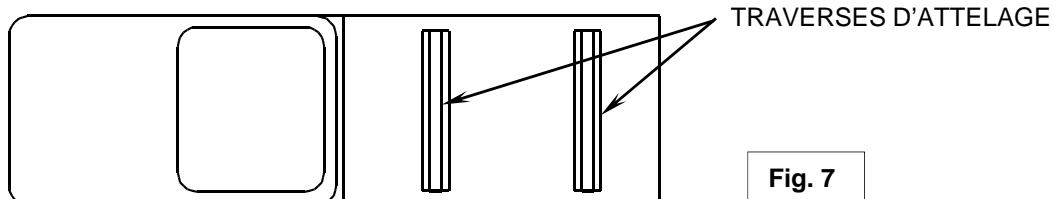

Fig. 7
3. Placer deux traverses (28) en travers de la plate-forme (Fig. 7). Sélectionner un support latéral (22) et placer les languettes dans la fente rectangulaire la plus à l'extérieur des traverses. Glisser les chevilles longues (25) dans les trous des traverses, depuis l'extérieur vers l'intérieur comme illustré, de façon que les goupilles fendues se trouvent sur l'intérieur des traverses. Répéter pour l'autre support latéral. Verrouiller les chevilles à l'aide des goupilles à ressort (26).